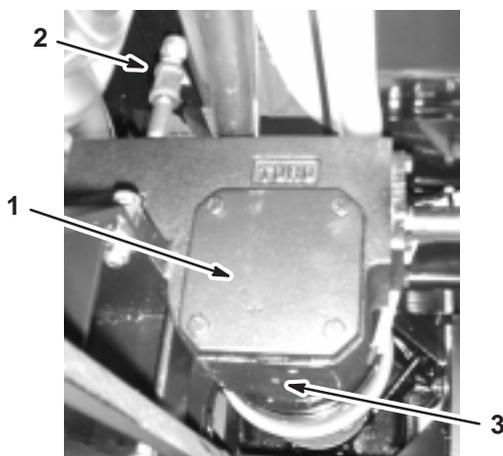

Figure 43
3. Retirez le bouchon de remplissage et de vidange (Fig. 43) pour permettre à l'huile de s'écouler dans le bac.